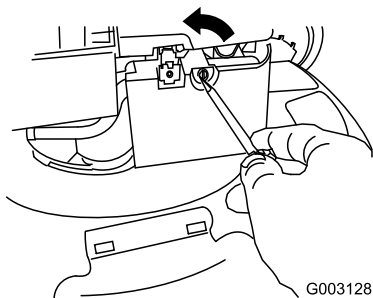

Figure 44
2. Ouvrez le couvercle du filtre à air avec un tournevis (Figure 44)